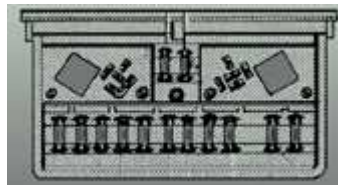

Fig. 34
- **Fusibles (fig. 34)**
Los fusibles necesarios en la instalación eléctrica del automóvil, por lo general, van todos agrupados en una caja, llamada "caja de fusibles" y distribuidos de tal forma que cada uno atiende a un elemento determinado o a elementos asimétricos (fig. 34).